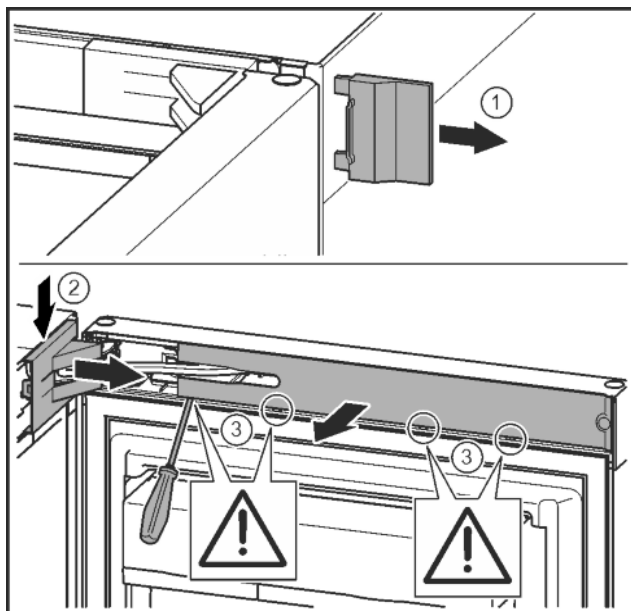

Fig. 8
► Снять внешнюю крышку. Fig. 8 (1)
- ▶ При помощи отвертки освободить крышку опорного кронштейна и отсоединить. Снять крышку опорного кронштейна. *Fig. 8 (2)*
- ▶ Шлицевой отверткой вывести накладку из зацепления и отвести в сторону. *Fig. 8 (3)*